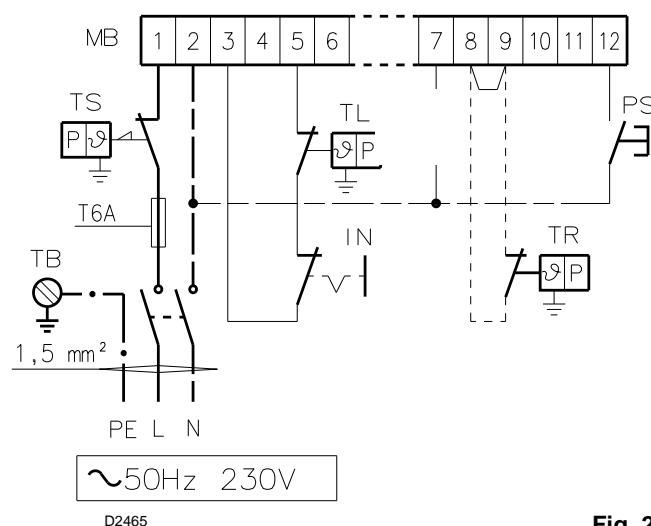

Fig. 22
• LAYOUT (Fig. 22)
Key to wiring layout (Fig. 22):